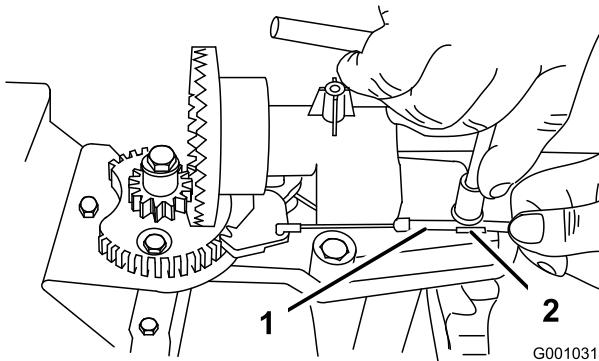
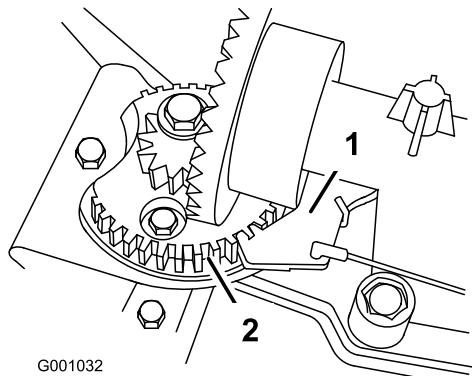

Bild 55
Bild 56
2. Lösen Sie die Schraube an der Kabelklemme (Bild 55).
- Fassen Sie den Kabelstrang an und schieben Sie ihn nach vorne an der Maschine, bis der Auswurfkanalriegel ganz in die Zahnräder des Getriebes greift (Bild 55 und Bild 56).
Hinweis: Der Riegel ist gefedert und ist so konstruiert, dass er in die Zahnräder des Getriebes greift (Bild 56).